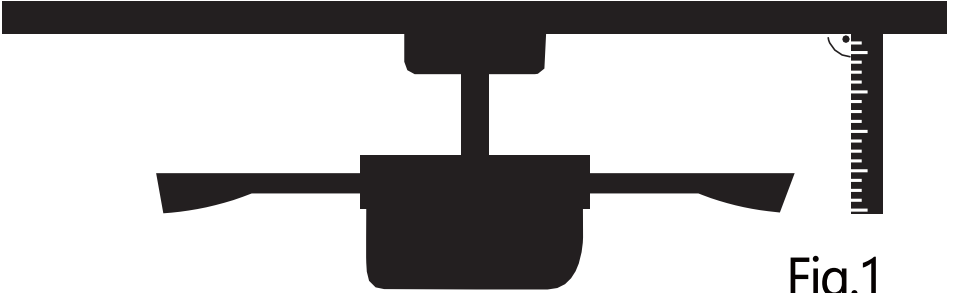

Fig.1
1. De ventilatorbladen hangen niet parallel met het plafond. Voor controle zie afb. 1.
2. Schakel de ventilator uit. Kies een blad en plaats een klemmetje (zie afbeelding 1 hieronder) halverwege de schroefbevestiging en het uiteinde.
1. The fan blades are not parallel to the ceiling. See Fig. 1 how to inspect.